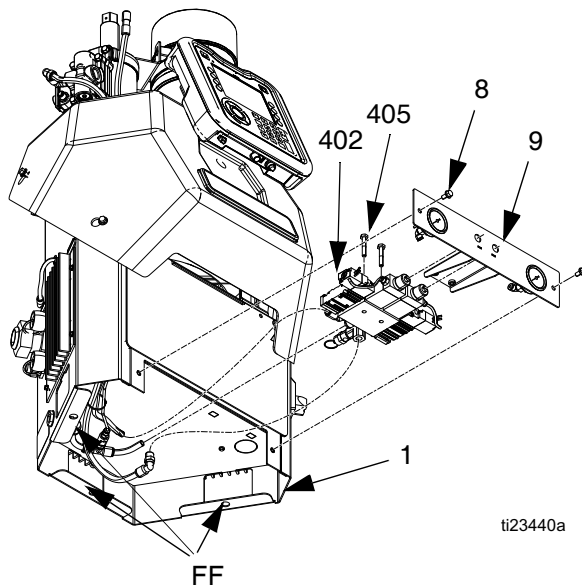
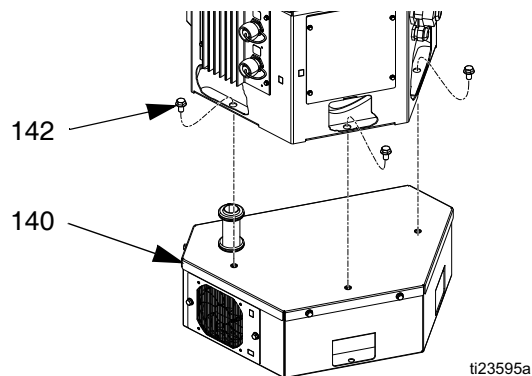

图 50
图 51
拆卸 (参见图 50):
4. 卸下前检修门 (10) (位于电气外壳 (1))。
5. 取下变压器总成: 限 480 伏系统 (参见图 51):
- b. 将三颗螺丝 (142) 和 InvisiPac 系统从变压器总成 (140) 上取下。
6. 使用 3/8 英寸的套筒卸下两颗螺丝 (8)。
8. 在电气外壳底部, 将手伸入检修孔 (FF) 中, 参见图 50, 然后断开空气管路和气流控制电磁阀 (402)。
10. 卸下两颗螺丝 (405) (用于将电磁阀 (402) 固定到气流控制组件 (9)), 然后卸下气流控制电磁阀。
重装 (参见图 50):
1. 使用两颗螺丝 (405) 将新的电磁阀 (402) 固定到气流控制组件 (9)。
3. 在电气外壳底部, 将手伸入检修孔 (FF) 中 (参见图 50), 然后连接空气管路和气流控制电磁阀 (402)。
4. 滑动气流控制组件 (9) 至相应位置, 然后使用两颗螺丝 (8) 固定到电气外壳 (1) 上。
5. 在 480 伏系统上, 先装好变压器总成 (140) 和螺丝 (142), 然后将变压器线重新接到 AWB 板的 J2 接头和主电源开关上。